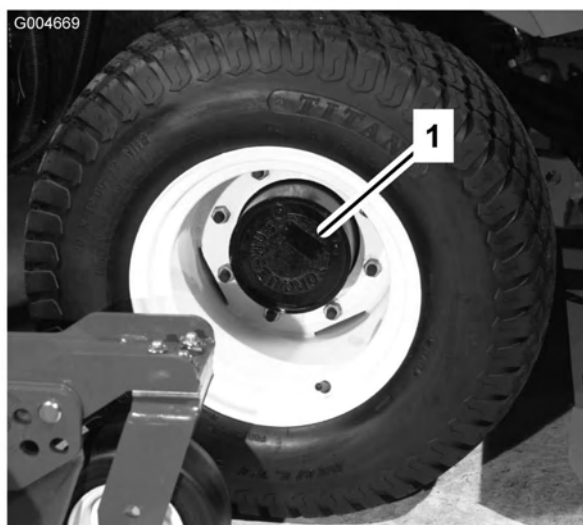
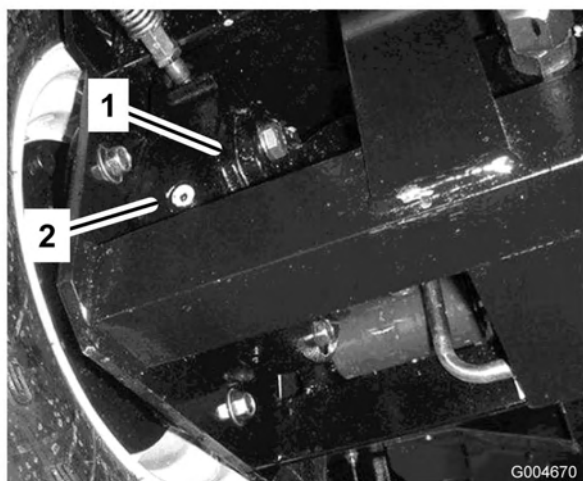

Figura 10
Figura 11
verificación/drenaje (Figura 10) esté en posición de las dos o de las diez.
2. Retire el tapón del planetario (Figura 10) y el tapón de verificación de la parte trasera del freno (Figura 11). El aceite debe llegar a la parte inferior del orificio del tapón de verificación en la parte trasera del freno.